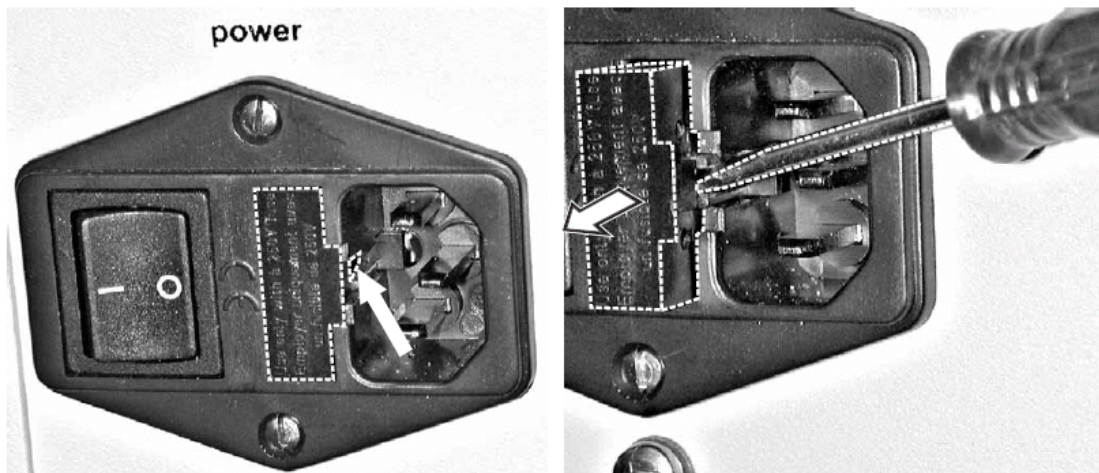

图73 保险丝固定器
3. 使用小的平面螺丝起子将保险丝固定器拨开（图73）。换上相同类型和额定功率的保险丝。